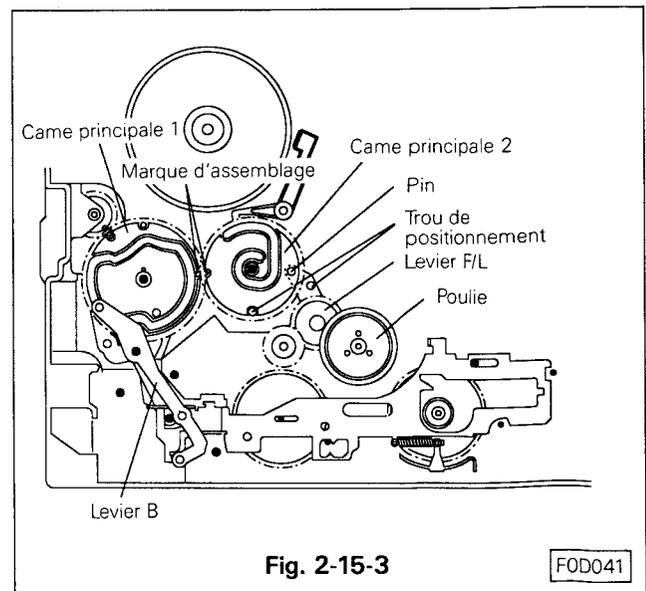

Fig. 2-15-3
- Monter le levier B sur son axe de telle sorte que son pivot rentre dans le rainurage de la came principale 1. Remonter la rondelle d'arrêt sur le clavier B. (Fig. 2-15-3)
- Aligner le trou de positionnement du levier F/L avec celui de la platine mécanique. (Voir Fig. 2-15-3)
- Aligner les marques de positionnement des cames principales 1 et 2 ainsi que le trou de positionnement de la came 2 et remonter la came principale 2 sur son axe. (Voir Fig. 2-15-3)